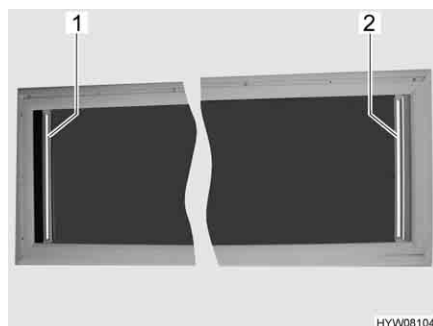

Fig. 55 Finestra apribile sul tetto
**Chiusura:** ■ Afferrare la tendina oscurante pieghevole (Fig. 55,2) per la parte centrale della barra di presa, estrarla e rilasciarla nella posizione desiderata. La tendina oscurante pieghevole rimane in questa posizione.
**Apertura:** ■ Afferrare la tendina oscurante pieghevole (Fig. 55,2) per la parte centrale della barra di presa e spingerla lentamente nella posizione iniziale.
**Chiusura:** ■ Afferrare la zanzariera a rullo per la parte centrale della barra di presa (Fig. 55,1) ed estrarla, fino a quando non si trova in contatto con la tendina oscurante pieghevole (Fig. 55,2).
**Apertura:** ■ Tirare la barra di presa (Fig. 55,1) della zanzariera a rullo dietro, verso l'alto, e sganciare dalla barra di presa della tendina oscurante pieghevole.